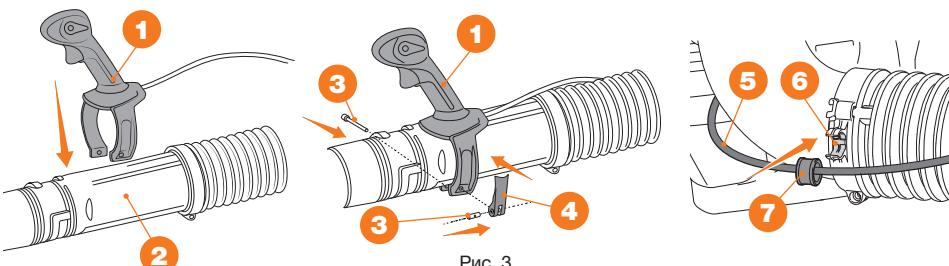

Рис. 3
- Наденьте рукоятку управления **1** на трубу выдувания **2** (рис. 3).